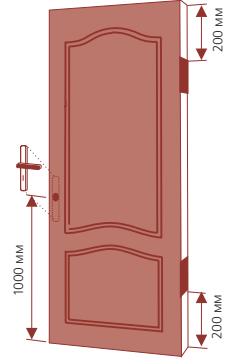

Рис. 4
- 3.1 Разнообразие петель и замков очень большое, размеры их так же сильно отличаются. Но в любом случае, от края верхней петли до края полотна должно быть 200 мм, и аналогично снизу (рис. 4). От пола до центра ручки — 1000 мм.